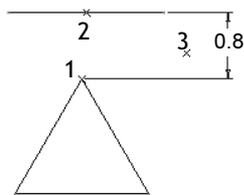

图 2.8.3 点、线距离
Step 2 单击位置 1 以选择一点，单击位置 2 以选择直线；中键单击位置 3 放置尺寸（图 2.8.3）。